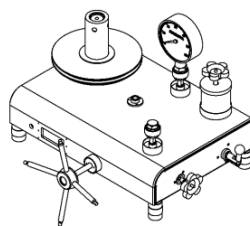

图 3
- ① 在活塞承载盘上放置与被测量压力值相应的砝码（如图 3）；